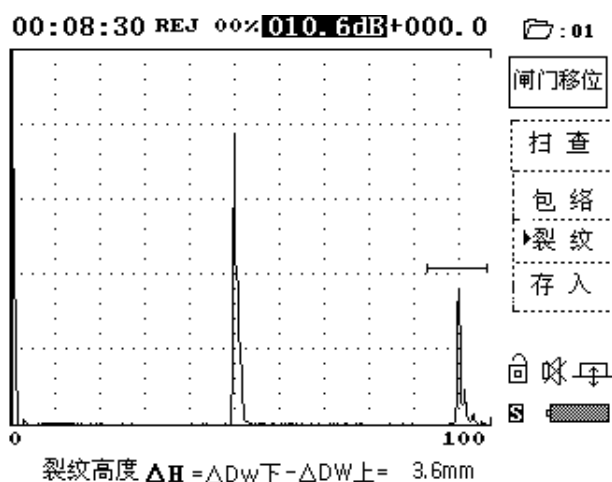

图 4.7.2
- ③ 继续移动探头寻找裂纹的另一端点的回波，同样移动闸门锁定该回波，确认后再按一次“▶裂纹”对应的  键完成纵向裂纹高度测量。此时裂纹的两个端点的回波均被冻结在显示屏幕上，同时在信息显示区显示纵向裂纹高度的数值。见图 4.7.2。